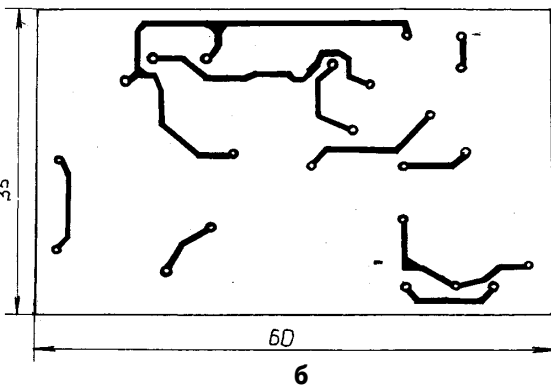

Рис.4
-Само-собой! - Вася сегодня был, можно сказать, во всеоружии, а потому положил на стол Сан-Саньчу еще один листок (рис.4).